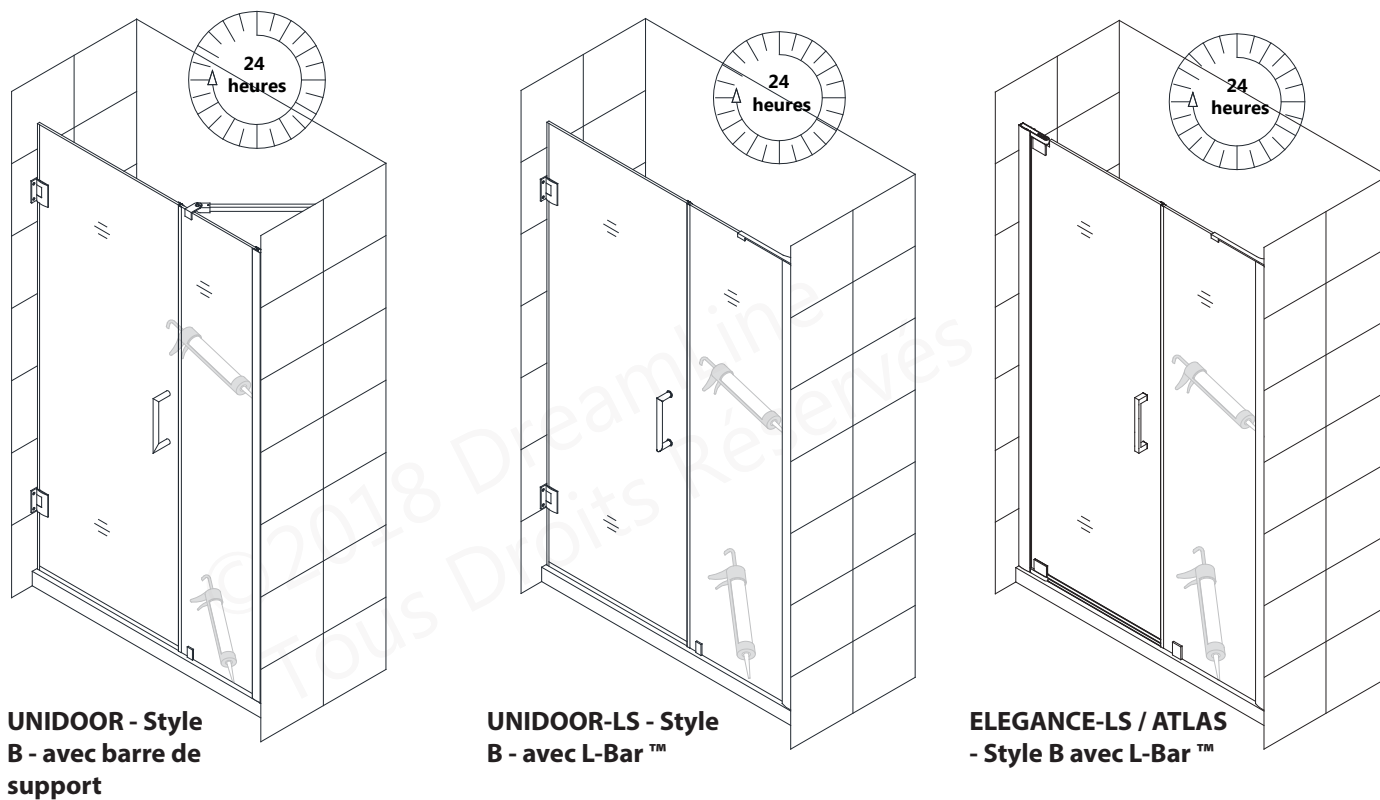

Fig 14
14. Appliquez un silicone de bonne qualité résistant à la moisissure le long de la jonction du profilé mural et du mur et le long de la jonction du panneau vitré et du seuil. **Fig. 14**